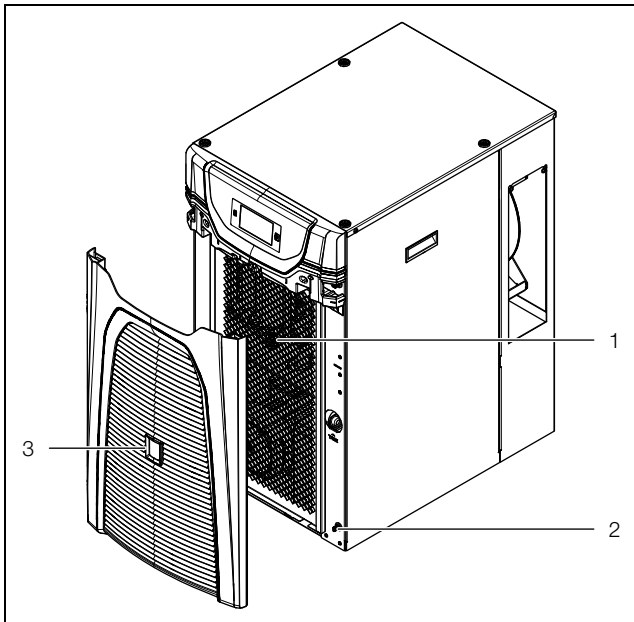

Imagen 34: Extraer la rejilla 3319100, 3320200 y 3334300
- Extraiga la rejilla (imagen 34, pos. 3) de la parte frontal de la chiller de los clips de sujeción (imagen 34, pos. 2) y colóquela en un lugar seguro.